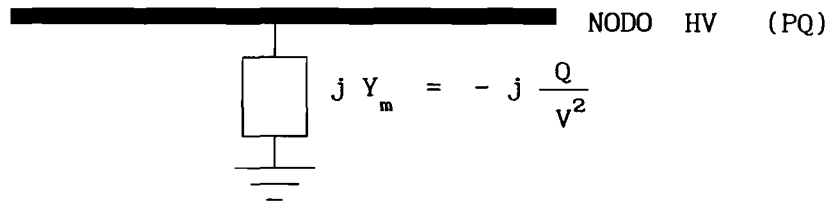

Figura 7. Modelo del CEV para cuando opera fuera de los límites Q_{MIN} o Q_{MAX} .
2. Fuera de los límites de operación como una admitancia en derivación jY en el nodo HV con $Y = -Q / V^2$, donde Q es igual al límite violado ($Q = Q_{MIN}, Q_{MAX}$). (Ver Figura 7).